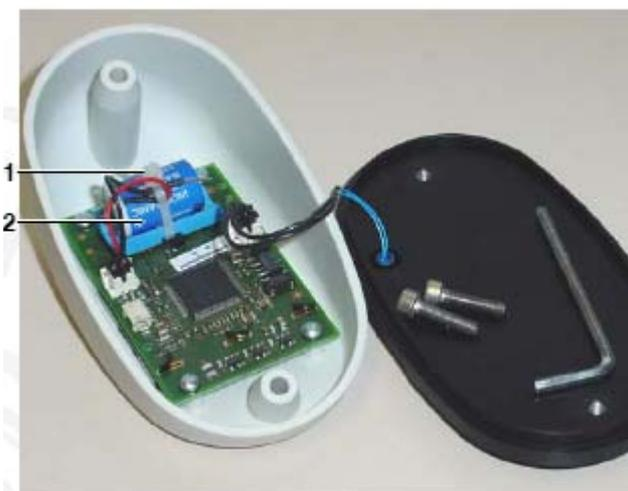

Рис.15. Батарея
Батарея прикреплена к плате Б-Таймера пластиковым хомутом (1, рис.15) При замене батарейки (2) убедитесь, что используете тот же тип батареи (BAUER №82743) и закрепите ее должным образом при помощи хомута, поставляемого вместе с батареей.